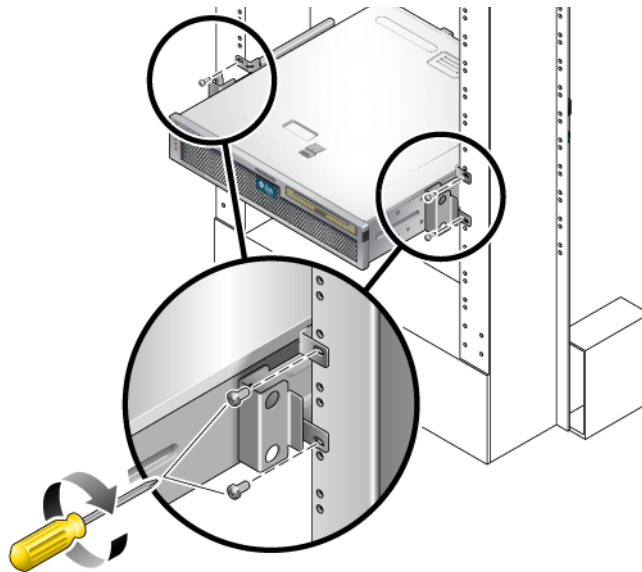

图 4-10 将服务器安装并固定到双柱机架中
4. 使用螺丝（每个托架使用两颗），将服务器的前部固定到机架的前部（图 4-10）。